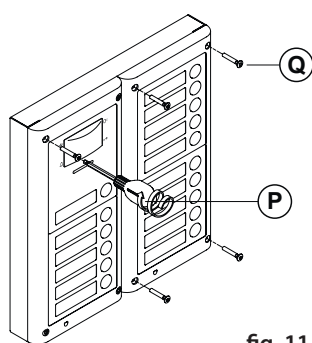

fig. 11
9. When the system has been tested and is working correctly, move back the module support frames carefully, fix them to the surface box using the screwdriver provided **(P)** (torx end) and the pin machine torx screws **(Q)** (**Fig. 11**). **Note: do not over tighten the screws more than is necessary.**
9. Quando il sistema è stato testato ed è funzionante, procedendo a ritroso delicatamente, chiudere e fissare i supporti alle scatole da superficie utilizzando il cacciavite **(P)** (lato torx) e le viti **(Q)** fornite a corredo (Fig. 11). **Nota bene: non serrare le viti più del necessario.**
9. Lorsque le système a été testé et qu'il fonctionne, procéder délicatement dans le sens inverse, fermer et fixer les supports aux boîtiers de surface en utilisant le tournevis (P) (côté torx) et les vis (Q) fournies (Fig. 11). **Nota bene : ne pas trop serrer les vis.**